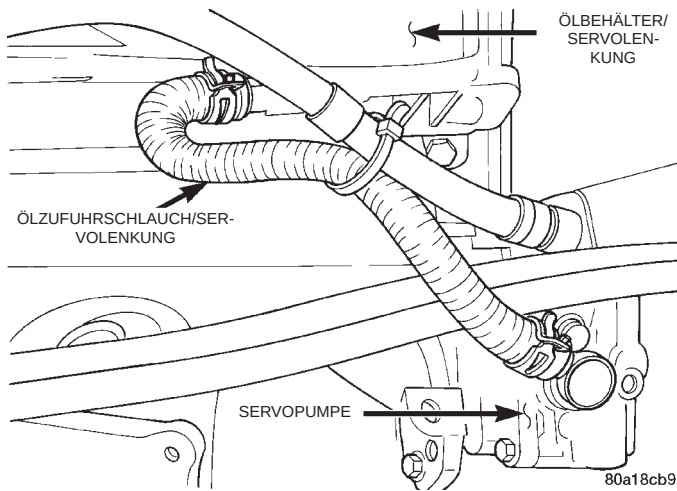

**Abb. 22 Ölzufuhrschlauch am Ölbehälter, 2.4L-Motor**
- (1) Das Servoöl mit einem Saugheber so gut wie möglich aus dem separat montierten Ölbehälter absaugen.
- (2) Den Schlauchbinder (Abb. 22) entfernen, mit dem der Ölzufuhrschlauch am Hochdruckschlauch befestigt ist.
(3) Die Schlauchklemme abbauen, mit der der Ölzufuhrschlauch am Ölbehälter befestigt ist (Abb. 22). Dann den Ölzufuhrschlauch vom Ölbehälter abziehen.
(1) Ölzufuhrschlauch in den Motorraum einbauen und sicherstellen, daß er korrekt verlegt ist.
(2) Ölzufuhrschlauch auf den Anschlußstutzen des Ölbehälters aufstecken und die zugehörige Schlauchklemme montieren (Abb. 22). **Sicherstellen, daß die Schlauchklemme hinter der Wulst am Anschlußstutzen sitzt.**
(3) Den Ölzufuhrschlauch am Anschlußstutzen der Servopumpe montieren. Dann die Schlauchklemme einbauen, mit der der Ölzufuhrschlauch an der Servopumpe befestigt wird (Abb. 22). **Sicherstellen, daß die Schlauchklemme hinter der Wulst am Anschlußstutzen der Servopumpe sitzt.**
(4) Den Schlauchbinder (Abb. 22) einbauen, mit dem der Ölzufuhrschlauch am Hochdruckschlauch befestigt wird.
(5) Servoöl in den Ölbehälter füllen, bis der korrekte Füllstand erreicht ist.
(6) Motor anlassen und einige Sekunden laufen lassen. Dann den Motor abstellen.
(7) Ggf. Servoöl nachfüllen. Diesen Vorgang so lange wiederholen, bis der Ölstand nach dem Abstellen des Motors konstant bleibt.
(8) Fahrzeug vorn anheben. Die Vorderräder dürfen den Boden nicht mehr berühren.
(9) Motor anlassen. Das Lenkrad langsam nach links und rechts drehen, bis es gerade den Anschlag berührt. Dann den Motor wieder abstellen.
(10) Ggf. Servoöl nachfüllen.
(11) Fahrzeug absenken. Motor anlassen und das Lenkrad langsam von Anschlag zu Anschlag drehen.
(12) Motor abstellen. Ölstand prüfen und ggf. Servoöl nachfüllen.
(13) Wenn das Servoöl stark schäumt, das Fahrzeug einige Minuten abkühlen lassen und die vorstehenden Schritte wiederholen.